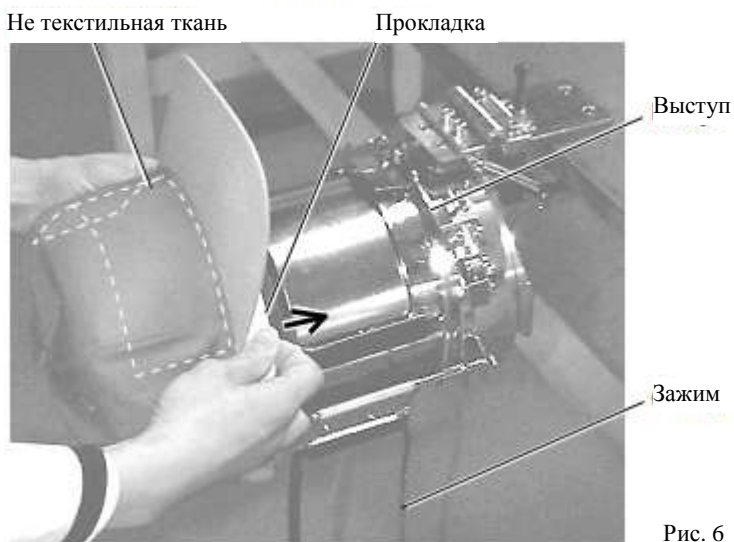

Рис. 6
3. Как показано на Рис. 6, откройте зажим и держите открытым справа.